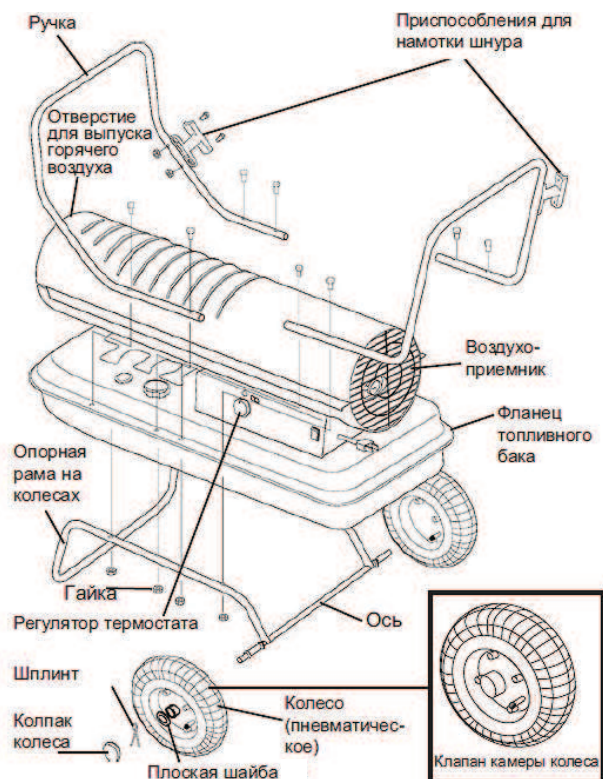

рис. 4
- наденьте колеса на каждый конец оси, убедившись, что стержень клапана (если колеса пневматические) находится с внешней стороны (рис. 4);
ветствующими отверстиями на передней рукоятке. Вставьте в отверстия винты, наденьте на них гайки и затяните (рис. 4);